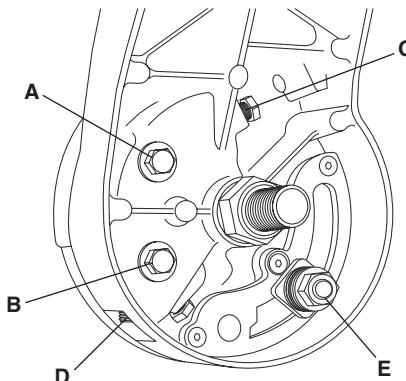

Figure 6. Réglage de la lame à 0° (90° par rapport à la table)
4. Placez l'embout de clé Allen de 4 mm sur l'outil multifonctions et devisez la vis de blocage 'D' d'au moins 3 tours complets (Figure 6).